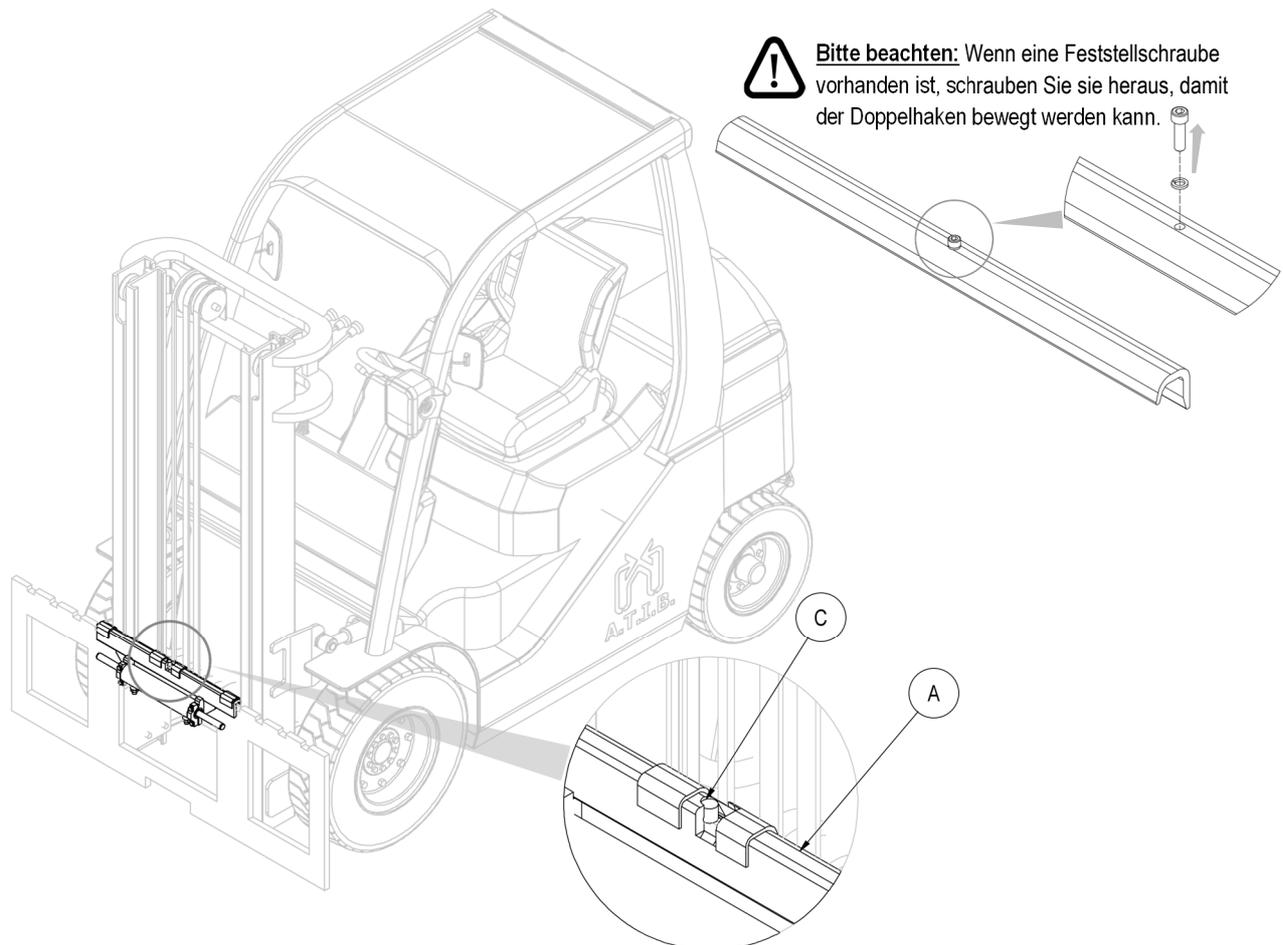

Abbildung 6
4. Nehmen Sie den Doppelhaken **A** (mit den entsprechenden Gleitbuchsen und dem entsprechenden Verfahrzylinder) und setzen Sie ihn auf das obere Profil der Gabelträgerplatte, wobei darauf zu achten ist, dass der Zentrierstift **C** in die mittlere Kerbe derselben einrastet (siehe *Abbildung 6*).